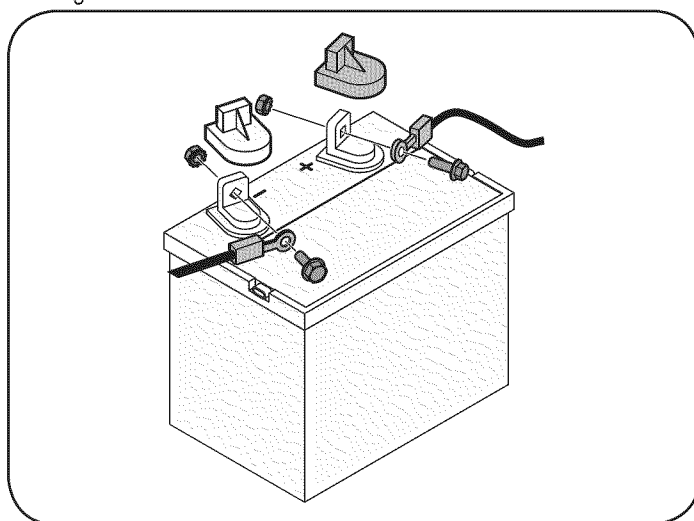

Figura 2
2. Retire la cubierta plástica roja, si es que está presente, del borne positivo de la batería y una el cable positivo al borne positivo de la batería (+) utilizando el perno y la tuerca hexagonal. Vea la Figura 2.
4. Retire la cubierta plástica negra, si es que está presente, del borne negativo de la batería y una el cable negativo al borne negativo de la batería (-) utilizando el perno y la tuerca hexagonal. Vea la Figura 2.